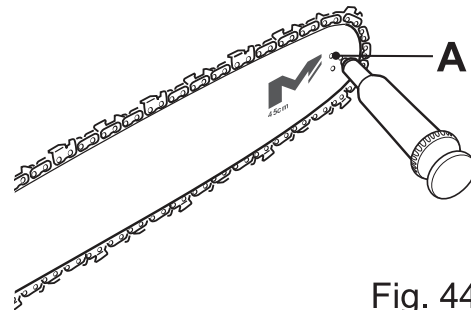

Fig. 44
- > Limpe a ponta da lâmina-guia (5).
- > Com uma pistola de lubrificação descartável, introduza a agulheta no orifício de lubrificação (Fig. 44, A) e injete massa lubrificante até aparecer do lado de fora da lâmina (5) (Fig. 44).